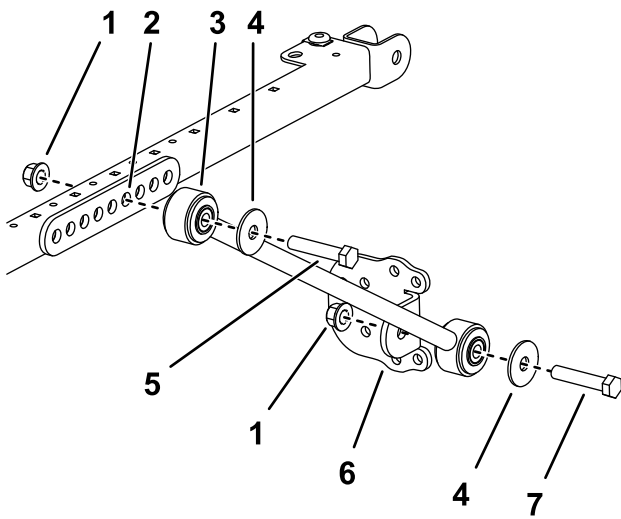

Figure 45
5. De chaque côté du cadre du pare-soleil, fixez légèrement une extension dans le quatrième trou du support du renfort à l'aide de 2 boulons ($\frac{1}{2}$ " x $2\frac{3}{4}$ ") et 2 écrous à embase ($\frac{1}{2}$ "), comme montré à la Figure 45.
6. Fixez légèrement un support à chaque renfort à l'aide d'un boulon (1/2" x 2 1/2"), d'une rondelle (1/2") et d'un écrou à embase (1/2"), comme montré à la Figure 45.